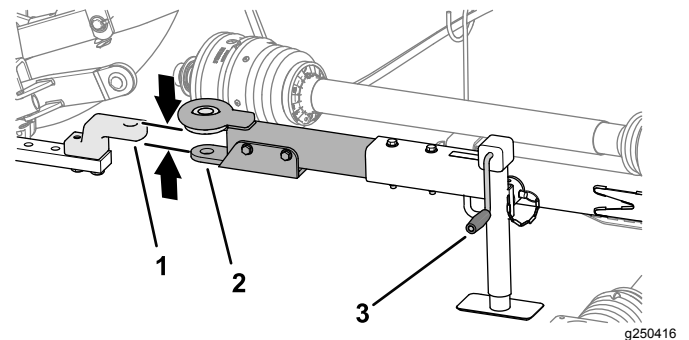

Bild 22
- Heben oder senken Sie die Deichsel mit der Deichselheberkurbel, dass diese mit der Deichsel oder Anhängerkupplung des Zugfahrzeugs auf einer Höhe ist (**Bild 22**).
- Richten Sie die Deichsel oder Anhängerkupplung des Zugfahrzeugs auf die Deichsel des Mähers (**Bild 22**) aus.